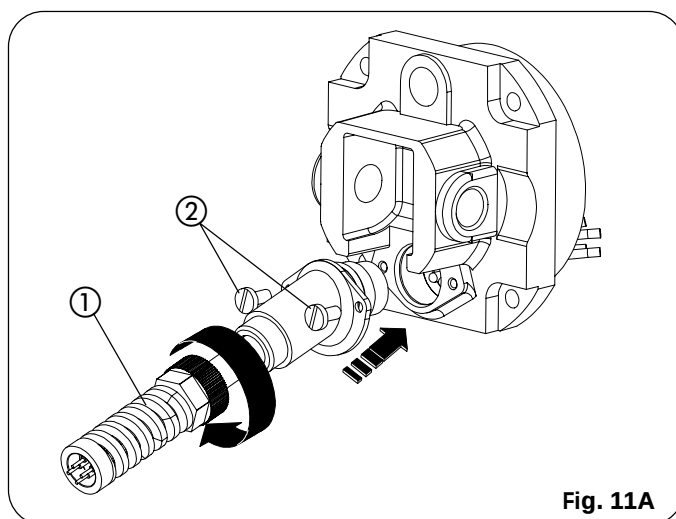

Fig. 11A
- A) Coloquen los dos separadores antivibraciones ② sobre la brida anterior.
- B) Introduzcan el cárter presionando con fuerza en la tapa posterior ①.
- C) Fijen el cárter con el tornillo autorroscante ③.
- D) Coloquen la tapa anterior ⑤ en el cárter y bloqueen con el tapón FIX ④.
12) Monte el protector del pliegue del cable eléctrico (ref. ①, Fig. 11A).
- Conecte el cable de alimentación del operador (Fig. 11A).
- Atornille los tornillos (ref. ②, Fig. 11A).